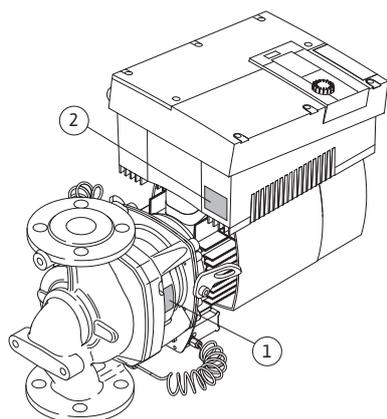

Fig. 11: Disposición de las placas de características:
- La placa de características de la bomba (Fig. 11, pos. 1) incluye el número de serie (n.º serie .../...) necesario, p. ej., para el pedido de repuestos.
- La placa de características del módulo electrónico (módulo electrónico = inversor o convertidor de frecuencia) (Fig. 11, pos. 2) indica la denominación del módulo electrónico utilizado.